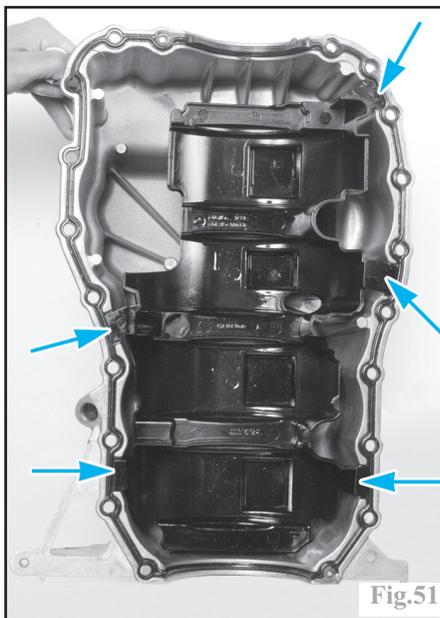

Fig.51
-reposer le déflecteur d'huile en veillant à engager correctement ses languettes dans les encoches du carter inférieur (Fig.51), si celui-ci est séparé du carter.